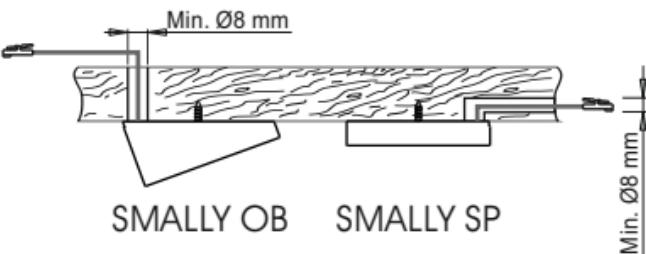

Fig 7
- If necessary, bore a ø ≥ 8mm exit hole for the power supply cable as illustrated in figure 7.
- Für den Austritt des Netzkabels ggf. eine Bohrung mit $\varnothing \geq$ 8 mm ausführen (siehe Abb. 7).